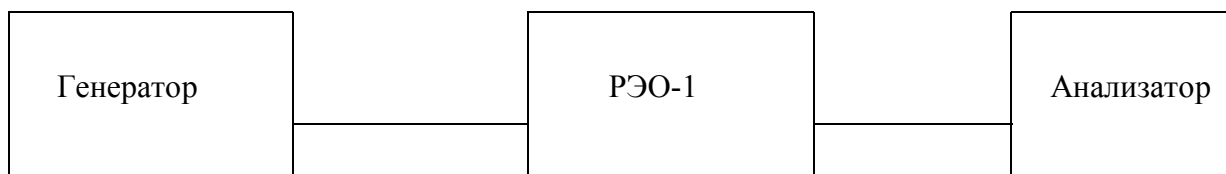

Рис. 6
10.5.9. Определение погрешности установки опорного уровня сигнала от минус 30 дБм до плюс 30 дБм осуществляется сравнением результатов измерений мощности анализатором P_{ac} с действительными значениями мощности P_g на выходе генератора сигналов, используемого в качестве рабочего эталона мощности. Измерения проводятся при частотах 10, 100, 500, 1000, 2000 МГц, полосе обзора 30 МГц, полосе ПЧ 1 МГц по схеме рис. 6.